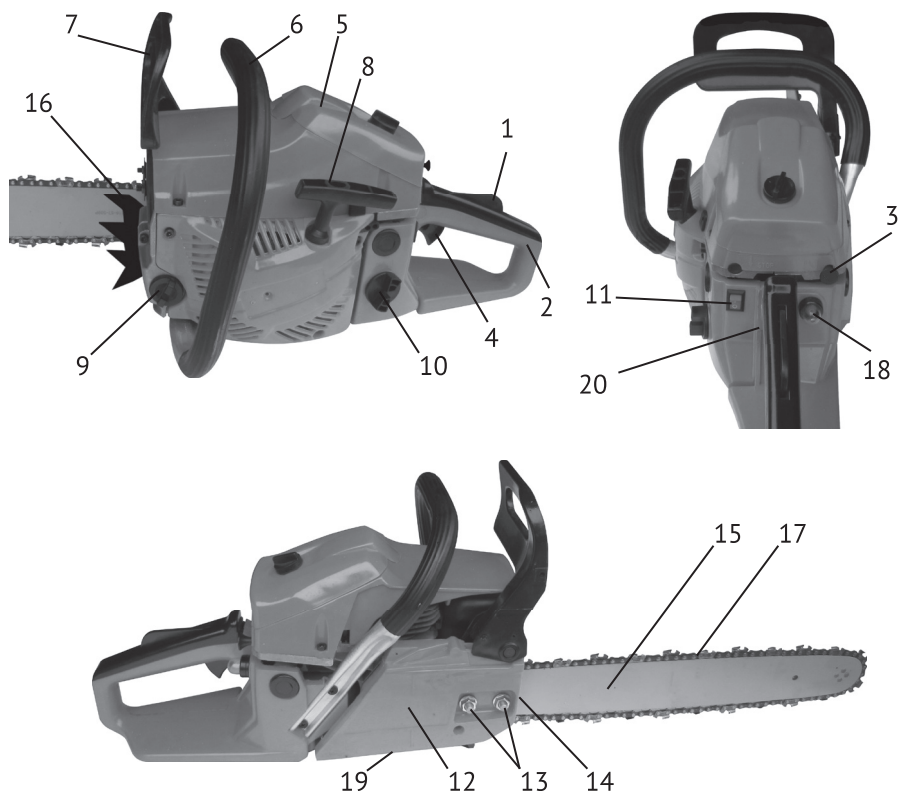

рис.1
Бензопила – инструмент, использующий в качестве привода одноцилиндровый двухтактный бензиновый двигатель внутреннего сгорания. Рабочим органом пилы является пильный аппарат, состоящий из бесконечной (замкнутой) пильной цепи (рис.1 поз.17), бегущей по шине (рис.1 поз.15).
Двигатель работает на топливе из смеси неэтилированного бензина с октановым числом не менее 92 и специального масла для 2-тактных двигателей. Он оснащён мембранным карбюратором и электронной системой зажигания. Для запуска двигателя служит ручной стартёр (рис.1 поз.11) и ручной насос (праймер, рис.1 поз.18) для предварительной подкачки топлива в карбюратор.
Ведущая звёздочка приводится в движение автоматической муфтой сцепления. На холостых оборотах зацепление не происходит, и пильная цепь не движется. Увеличиваем обороты двигателя до рабочих нажатием на рычаг управления дросселем (рис.1 поз.4). При этом колодки муфты сцепления расходятся и входят в зацепление с барабаном. Вращение начинает передаваться на приводную звёздочку пильной цепи. После отключения рычага управления дросселем, обороты двигателя снижаются до холостого хода (около 4000 об/мин), цепь автоматически останавливается. Остановка цепи также осуществляется механическим тормозом двойного действия: вручную, нажав левой рукой на щиток тормоза (рис.1 поз.7) от себя, или при срабатывании автоматического инерционного привода (при отскоке, защемлении цепи).
Две рукоятки пилы – передняя (рис.1 поз.6) и задняя (рис.1 поз.2) оснащены устройством виброгашения.
2.4 Общий вид бензопилы представлен на рис.1
2.5.1 Установка зубчатого упора (рис.1 поз.16)
Перед монтажом зубчатого упора убедитесь, что переключатель зажигания (рис.1 поз.11) находится в положении «0» - выключено.
- открутите с помощью комбинированного ключа гайки (рис.1 поз.13) крепления шины и снимите тормоз цепи в сборе;
- Ослабьте с помощью комбинированного ключа с снимите с пилы гайки (рис.1 поз.13)
- При снятом тормозе цепи, установите шину (рис.1 поз.15) на крепёжные шпильки в крайнее заднее положение.
- Пильную цепь (рис.1 поз.17) наденьте на ведущую звёздочку, расположенную за барабаном сцепления. Уложите верхнюю часть цепи в паз шины, пропустите цепь между зубцами ведомой звёздочки на переднем конце шины. Потяните шину вперёд так, чтобы нижняя часть цепи «села» в паз шины. Проверьте, чтобы направление зуба цепи совпадало с направлением, указанным на корпусе. Убедитесь, что тормоз цепи находится в выключенном положении.
- Удерживая шину с цепью, установите тормоз цепи на крепёжные шпильки, так чтобы сухарь винта натяжителя цепи (рис.1 поз.14) попал в регулировочное отверстие хвостовика шины.
- Затяните гайками (рис.1 поз.13) шину и тормоз цепи вручную.
Внимание! Перед регулировкой натяжения цепи убедитесь, что гайки крепления шины (рис.1 поз.13) немного ослаблены.
Регулировка натяжения цепи производится винтом (рис.1 поз.14) при ослабленных гайках крепления шины:
- отверните пробку маслобака (рис.1 поз.9);
Расход масла для смазки цепи регулируется винтом (рис.1 поз.19). При повороте винта по часовой стрелке расход масла уменьшается, при повороте против часовой стрелки – увеличивается (символы MAX и MIN на корпусе).
- установите переключатель зажигания (рис.1 поз.11) в положение «I» - включено;
- несколько раз медленно нажмите на колпачок праймера (рис.1 поз.18) для подкачки топлива, пока смесь не заполнит резиновый колпачок кнопки;
- вытяните до упора кнопку воздушной заслонки (рис.1 поз.3) из корпуса бензопилы;
- нажмите последовательно рычаг безопасности (рис.1 поз.1) и рычаг управления дросселем (рис.1 поз.4), зафиксируйте их в этом положении кнопкой фиксации (слева на задней рукоятке, рис.1 поз.20 на фото не показана);
- правой рукой за рукоятку стартера (рис.1 поз.8) сделайте несколько коротких рывков шнура стартера до первых признаков запуска двигателя (схватывание);
- при необходимости, несколько раз медленно нажмите на колпачок праймера (рис.1 поз.18) для подкачки топлива, пока смесь не заполнит резиновый колпачок кнопки;
- вытяните до упора кнопку воздушной заслонки (рис.1 поз.3) из корпуса бензопилы, затем задвиньте полностью обратно (заслонка заняла пусковое положение);
- вывернуть свечу зажигания, которая находится под крышкой (рис.1 поз.5) воздушного фильтра;